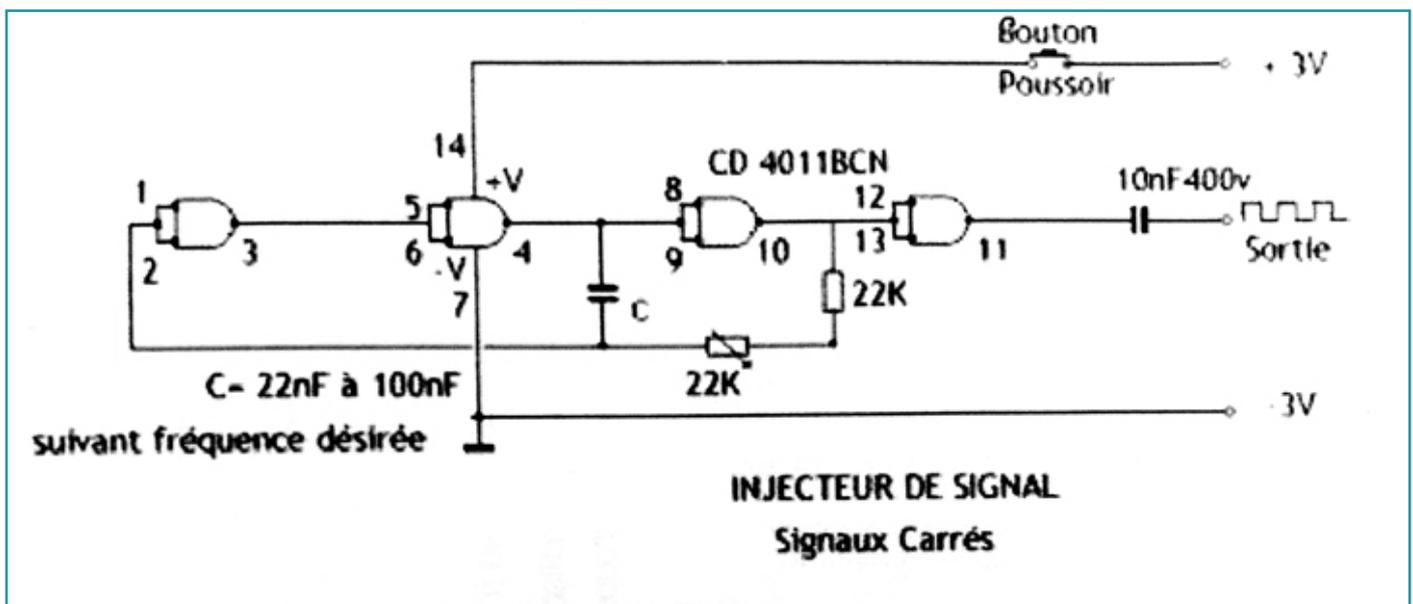

Figure 5
**CI MOS CD4011** : un circuit contenant quatre portes logiques *nand*. Pour réaliser un oscillateur, les portes sont rétro couplées (figure 5).